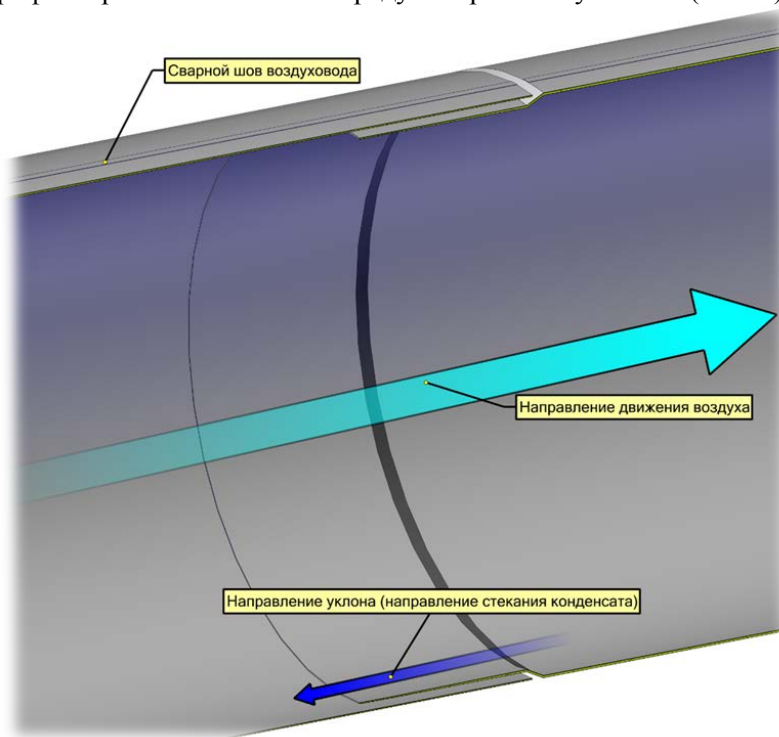

Рис. 6 – Схема соединения воздуховодов
- Соединения воздуховодов должны обеспечивать беспрепятственный отвод конденсата обратно в гидрофилтр в соответствии с предусмотренным уклоном (Рис. 6).